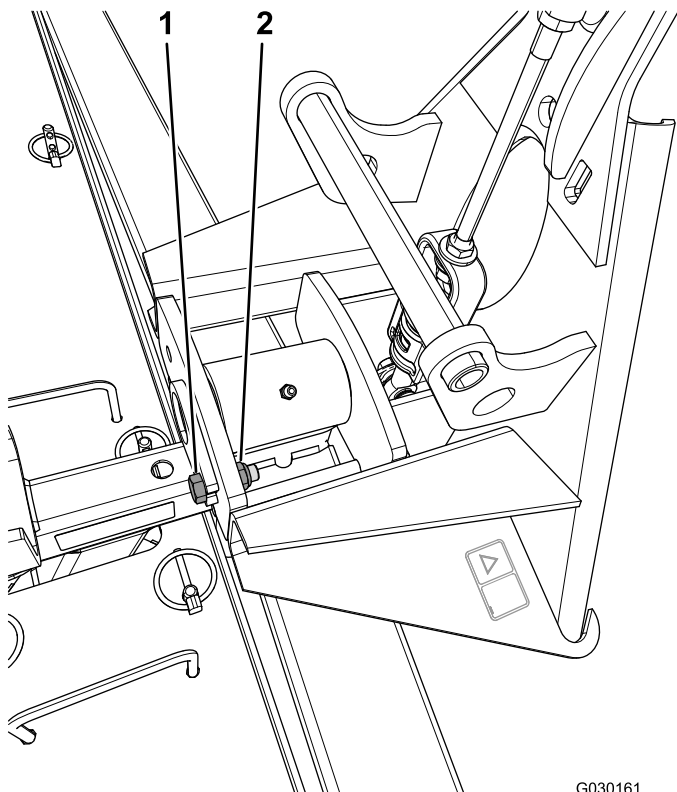

Bild 1
1. Entfernen Sie die Mutter und die Schraube, mit denen der Klapstecker am Adapter des Nagelrechen befestigt ist (Bild 1).